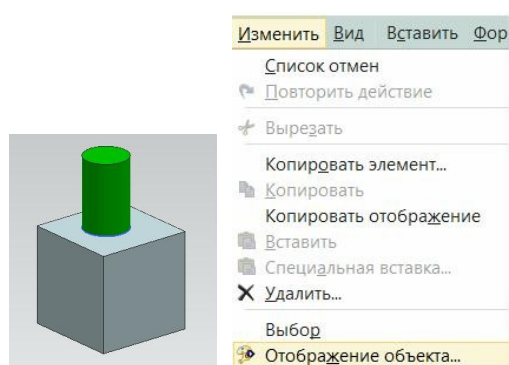

Рис.132
- Иногда хочется изменить визуальные характеристики элемента *детали* (рис.132), или целого компонента сборки. Чаще всего при этом мы меняем *цвет объекта*, но можно изменить и степень его прозрачности.
- Повторим - этой командой мы можем размножить *элементы детали*. Например, на рис.132 размножим зеленую цилиндрическую часть изображенной детали. Для этого вызываем команду «Вставить \ Ассоциативная копия \ **Массив элементов**».